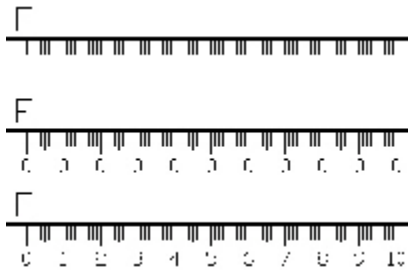

图 2-54 绘制直尺刻度线
Command: // 如图 2-54 所示 (上)
Command: // 如图 2-54 所示 (中)
Command: 如图 2-54 所示 (中)
**步骤四:** 修改刻度值。直接选中阵列后需修改的刻度值, 比如第二个 0, 单击标右键, 弹出快捷菜单, 选择 **Text Edit** 项, 如图 2-55 所示。在其后出现的 **Edit Text** (文本编辑) 对话框中, 将数字 (文本) 0 改为 1, 如图 2-56 所示。其余修改类同。最后得到图 2-54 (下) 所示的刻度值。